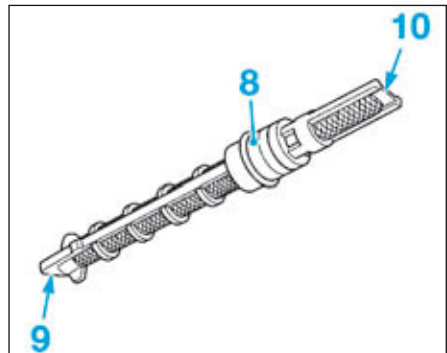

FIG.7
- Finir de dévisser l'écrou (5).
- Extraire le détendeur (8) à l'aide d'une pince à long bec plat par la partie (9) du détendeur (Fig.7).